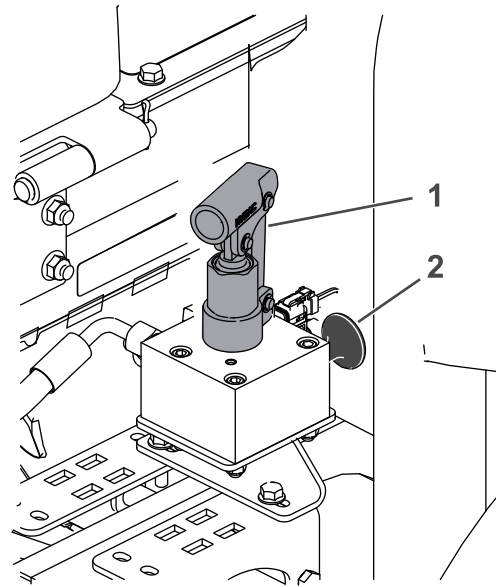

Bild 38
3. Öffnen Sie die Sicherheitsventile um drei (3) Umdrehungen, um das Öl intern umzuleiten.
4. Suchen Sie den Bremslöseverteiler in der Nähe des rechten Vorderrads und hinter dem Hydraulikölbehälter (Bild 38).